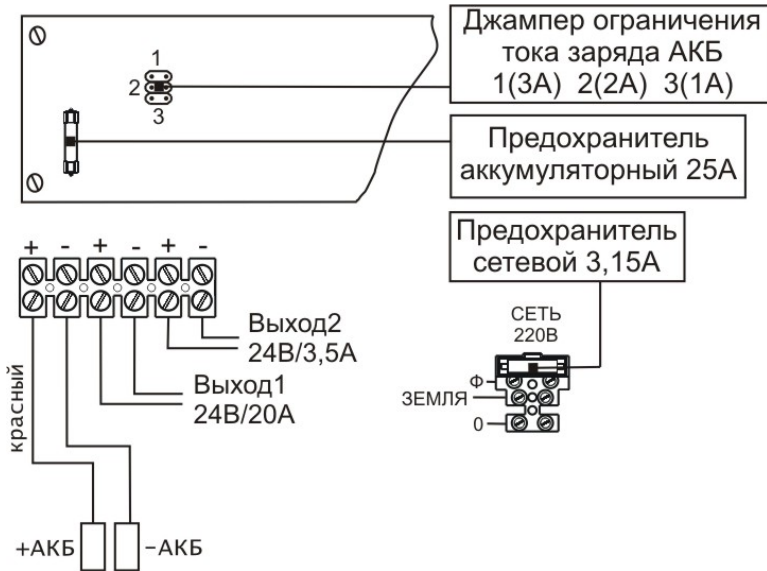

Рисунок 1 – Расположение коммутационных элементов
- подключить провода сети 220 В 50 Гц к сетевой колодке изделия с учетом указанной фазировки (см. Приложение рисунок 1);
- установить джампер в одно из трех положений, соответствующих емкости используемых АКБ, см. Приложение рисунок 1.